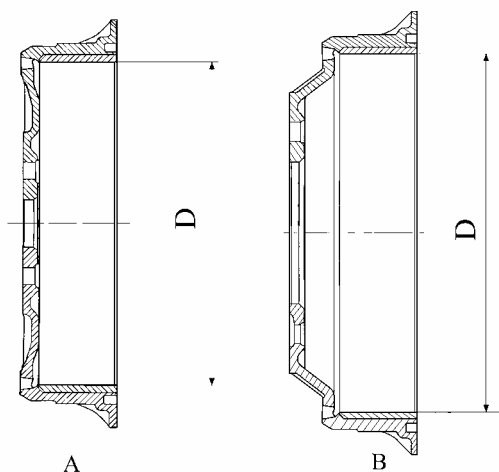

Рис.8 Тормозной барабан:
4.2.1 Тормозной барабан 2101-3502070, 2121-3502070. Конструктивные отличия тормозных барабанов показаны на рис.8.